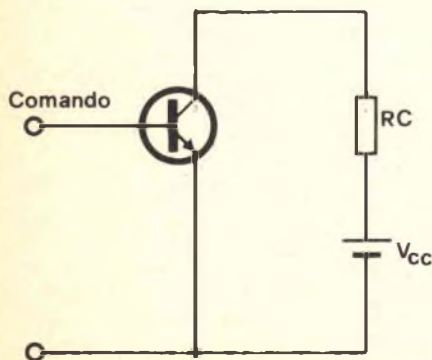
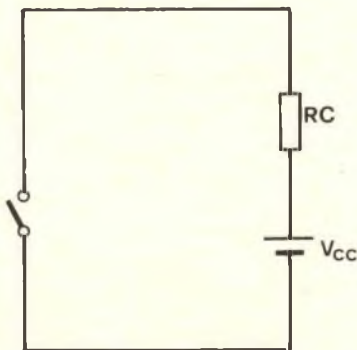
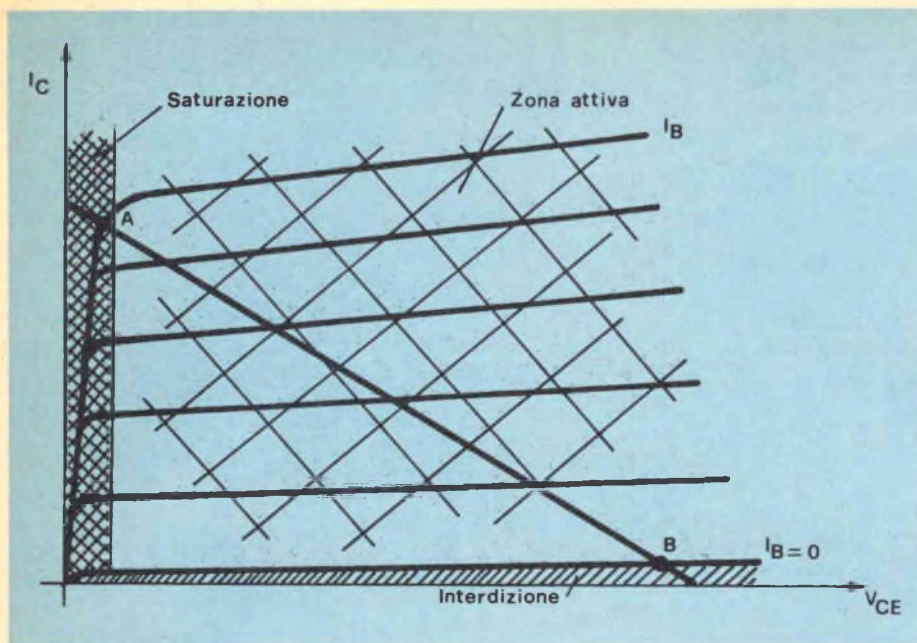

Fig. 1 -
Fig. 2 -
Fig. 7
In questo articolo vengono presi in esame i transistori impiegati come interruttori elettronici. La fig. 1 riporta un transistor usato come interruttore per connettere il carico R_c all'alimentazione V_{cc} . Se non consideriamo il fatto che il transistor può essere pilotato elettricamente e può rispondere più rapidamente, esso esercita le stesse funzioni del contatto meccanico di fig. 2.
Per comprendere come un transistor possa essere utilizzato come interruttore, è utile considerare le caratteristiche $I_c = f(V_{CE})$ ed esaminare le tre regioni identificabili in fig. 7: regione di interdizione, regione attiva, regione di saturazione. La regione di interdizione è quella regione contraddistinta da bassissimi valori di I_c e da valori anche elevati di V_{CE} : è la zona intorno alla caratteristica $I_B = 0$. Si richiede che il transistor si trovi in regione di interdizione (OFF), ogni qual volta si vuole interruttore aperto, cioè corrente impedita.
In fig. 7 è pure riportata la retta di carico corrispondente alla resistenza R_C di fig. 1. Per quanto detto precedentemente, i due punti estremi che caratterizzano il funzionamento del transistor come interruttore saranno il punto A (ON) e il punto B (OFF).